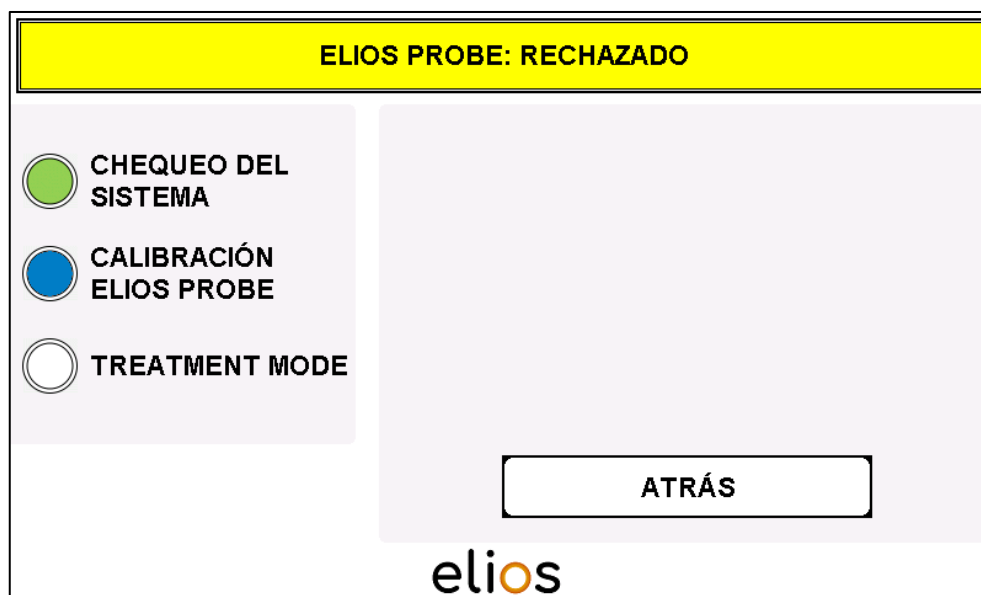

Fig. 4-8: Reconocimiento de la fibra – ELIOS PROBE: RECHAZADO
- El software reconoce las fibras ya usados y reesterilizados, que son inhabilitados. Se indica la notificación “**ELIOS PROBE: RECHAZADO**” y no es posible continuar en el programa (Fig. 4-8).
- Para volver al menú anterior, pulsar “**ATRÁS**” (Fig. 4-8).